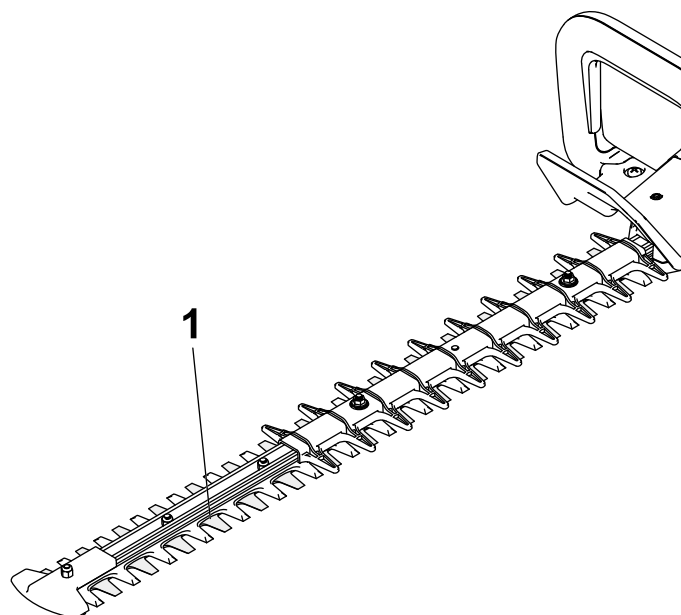

Figura 10
3. Aplicați ulei de maină uor (cum ar fi #10) de-a lungul marginii lamei superioare (Figura 10).